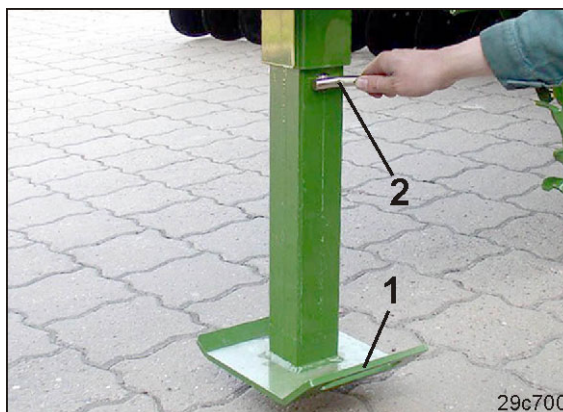

Fig. 152
6. Tenir la béquille (Fig. 152/1) par la poignée et enlever l'axe de fixation (Fig. 152/2).